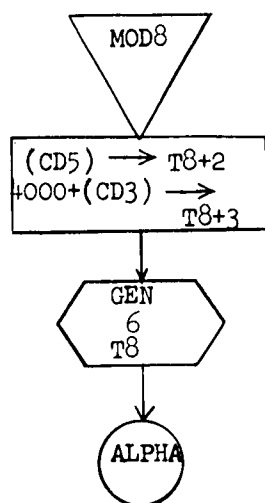

Figure 7.38 MODULE 8
7.3.7.3.8 MODULE 8 (Figure 7.38)